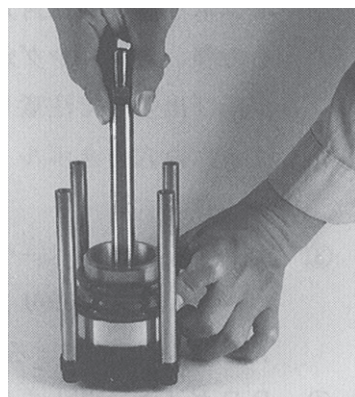

Fig.14
⑥ ②まで組み立ての終わったピストン／ロッドとBFダイヤフラムをピストン側からボンネット／スペーサAss'yに挿入し、BFダイヤフラムのビードがスペーサ (又は、ボンネットR) のビード座に正しく載せ、BFダイヤフラムがボンネットRのストップ一部に当たるまでゆっくりと押し込む。(Fig.14)